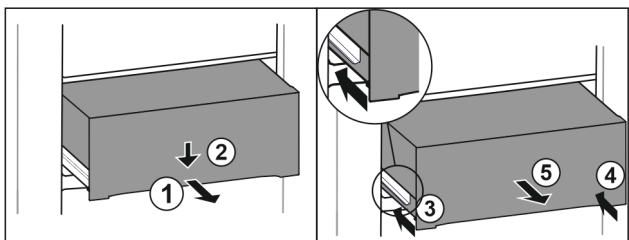

Fig. 86
- ▶ Tõmmake sahtel pooleldi välja. Fig. 86 (1)
- ▶ Vajutage sahtlit esiküljelt allapoole. Fig. 86 (2)
- ▶ Lükake vasakut siini 2 cm sisse. Fig. 86 (3)
- ▶ Lükake paremat siini 2 cm sisse. Fig. 86 (4)
- ▶ Võtke sahtel ettepoole välja. Fig. 86 (5)